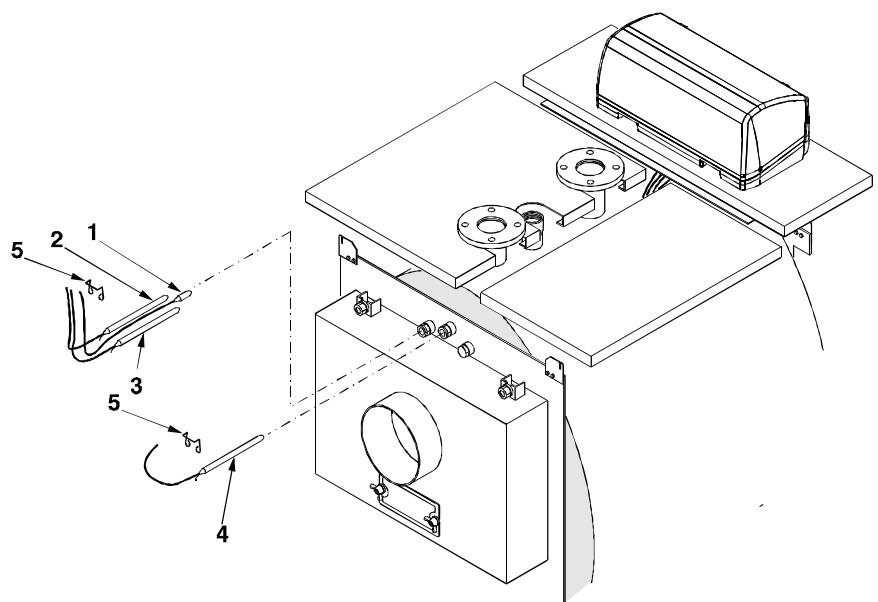

рис. 13
M) Вставьте датчики приборов в погружные гильзы, расположенные в задней части котла (над сборником отходящих газов), как показано на рис. 13. Датчики температуры (поз.1), регулятора рабочей температуры (поз.2) и терmostата минимальной температуры (поз.3) должны быть помещены в большую погружную гильзу (О отверстия равен 15). Датчик защитного ограничителя температуры (поз.4) должен быть помещен в меньшую погружную гильзу (О отверстия равен 7).